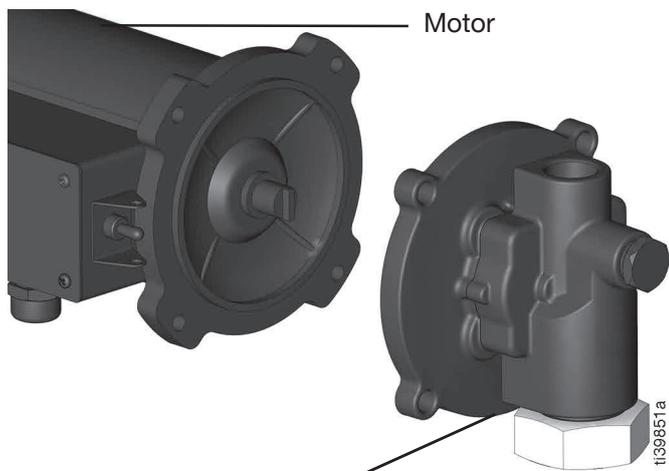

FIG. 4
6. Retire del motor el conjunto del alojamiento de la bomba (FIG. 4).